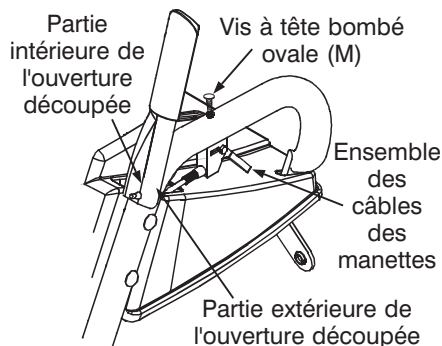

FIGURE 16
- Remontez le câble de la manette dans la partie extérieure de l'ouverture découpée dans le tableau de bord, comme à la Figure 16.
- Positionnez les manettes sur le dessous du guidons et maintenez-la avec les vis à tête ovale bombée (M). Voir la Figure 16.